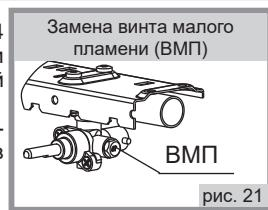

рис. 21
22.2. Проведение замены винтов малого пламени (ВМП) в кранах горелок стола (рис. 21):